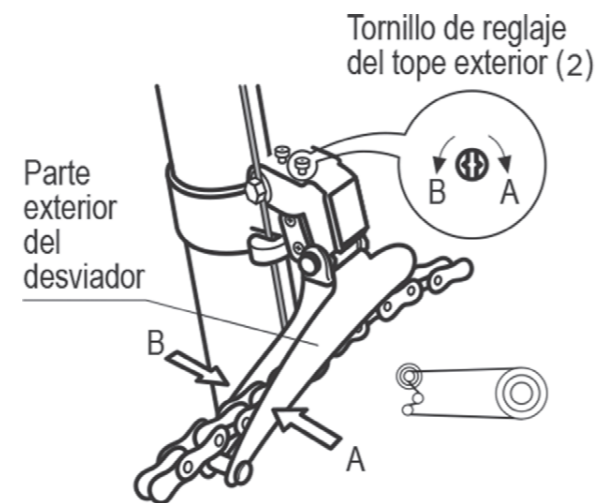

Figura 3
- B. Coloque la cadena, cambio y desviador en posición de forma que la cadena esté situada en el plato delantero grande y en el piñón más pequeño, ajuste el tornillo (2) de la figura 3 hasta que la cadena se acerque al máximo a la parte externa del interior del desviador sin llegar a rozar girando las bielas.